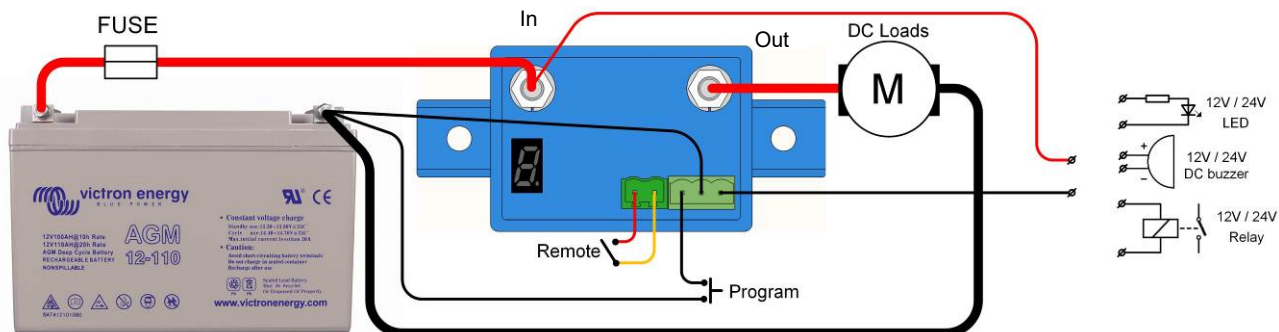

Figura 1: Schema di connessione del BP-65
- Il BatteryProtect (BP) deve essere installato in luogo ben ventilato e il più possibile vicino alle batterie (max 50 cm, ma non installare al di sopra della batteria, per via del possibile sviluppo di gas corrosivi!). **La caduta di tensione su un cavo lungo o sottodimensionato fra il più della batteria e il BP può risultare in un allarme di corto circuito quando si avvia il carico o in un spegnimento imprevisto.**
- Un interruttore on-off remoto può essere collegato al connettore bipolare (vedere figura 1) o fra il pin 2-1 del connettore bipolare e il più della batteria.
- Un cicalino, LED o relè possono essere collegati fra l'emissione dell'allarme e il più della batteria (vedere figura 1). Carico max sull'emissione dell'allarme: 50 mA (resistente a corto circuito).